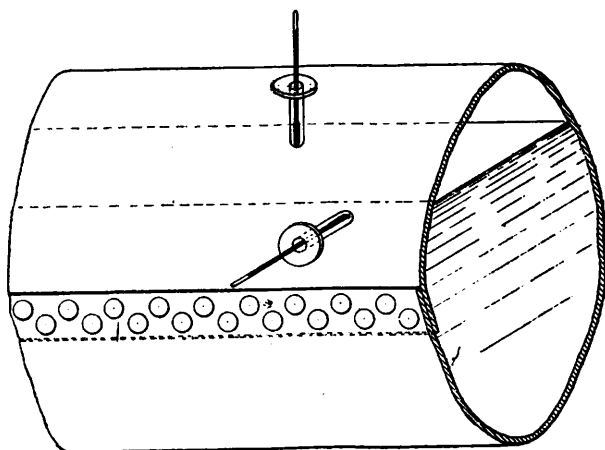

Fig. 12. — Mesure de la température de la vapeur et de l'eau.
10. Température de la vapeur. — Supposons qu'on fixe sur une chaudière un tube, fermé au bout, ouvert à l'extérieur et pénétrant dans la vapeur : en y faisant entrer un thermomètre (fig. 12), on pourra mesurer la température de la vapeur : cette expérience indique